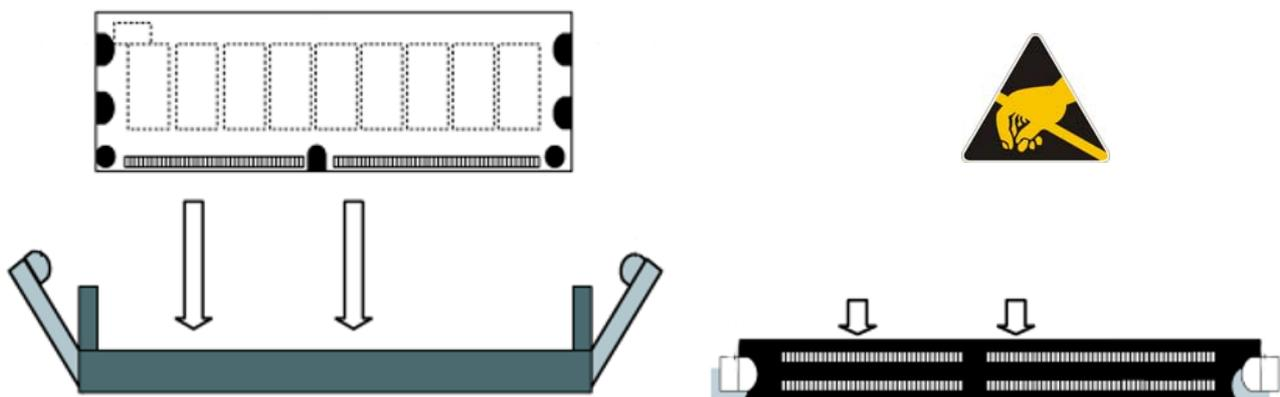

Figura 13. Installazione dei moduli di memoria
2. Individuare sulla scheda madre la posizione degli zoccoli contenenti i moduli di memoria. (i moduli hanno un verso unico di inserimento e hanno una chiave che permette l'inserimento nello zoccolo in un solo verso vedi figura 13).